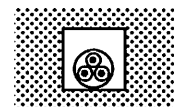

Fig. 4 : 2 - Pose dans les vides de construction.
- 2 – pose dans les vides de construction (de 21 à 25) (fig. 4) ;